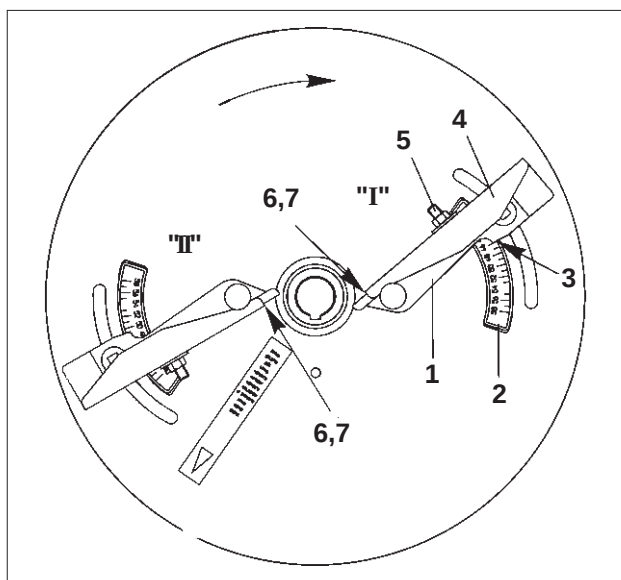

Fig. 7.20
eller grænsespredeskærmen / Limiter M (Fig. 7.20) (ekstraudstyr).
- a) Teleskop skovlene (Fig. 7.20/1) på spredeskiven drejes, efter at de pågældende spændemøtrikker i skalaområdet (Fig. 7.20/2) er løsnet. Skala-indstillingsværdien aflæses på aflæsekanten (Fig. 7.20/3) og spændemøtrikkerne spændes igen.
- b) Den yderste del af skovlen (Fig. 7.20/4) stilles på en højere bogstavsværdi på skalaen (7.20/6) efter at have løsnet møtrikken (Fig. 7.20/5). Skovlyderdelens pågældende stilling aflæses ved aflæsekanten (Fig. 7.20/7) på skalaen.